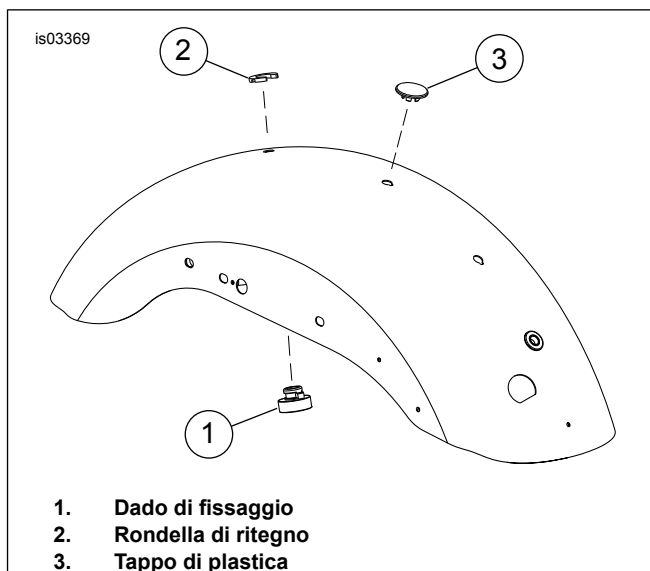
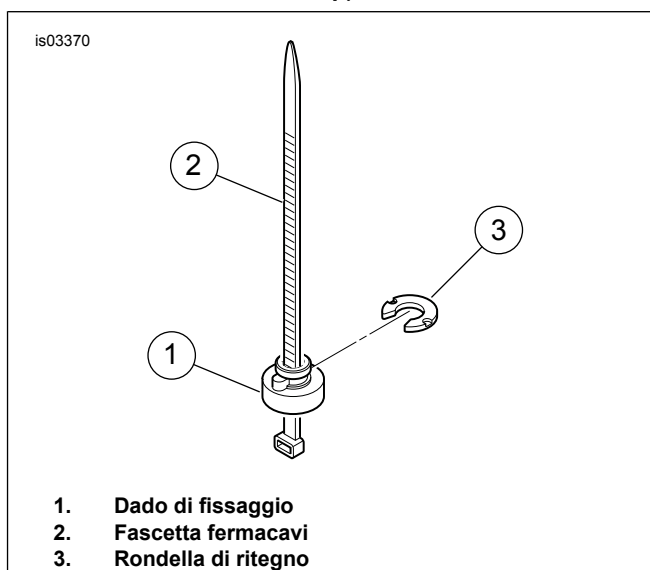

Figura 3. Dado di fissaggio e cappuccio di plastica (selle 2-Up)
Figura 4. Installazione del dado di fissaggio
5. Vedere Figura 3. Installare il dado di fissaggio (1) e la rondella (2) nel foro posteriore sul parafango.
a. Vedere Figura 4. Disporre il dado di fissaggio (1) sopra la fascetta fermacavi (2) in modo tale che l'estremità larga del dado appoggi sull'occhiello della fascetta fermacavi.
d. Con la nervatura del dado di fissaggio inserita nella tacca nel foro sul parafango, fare scivolare in posizione la rondella di ritegno (3) da dietro. Questo bloccherà al suo posto il dado di fissaggio.
6. Vedere Figura 3. Installare il tappo di plastica nel foro centrale sul parafango.